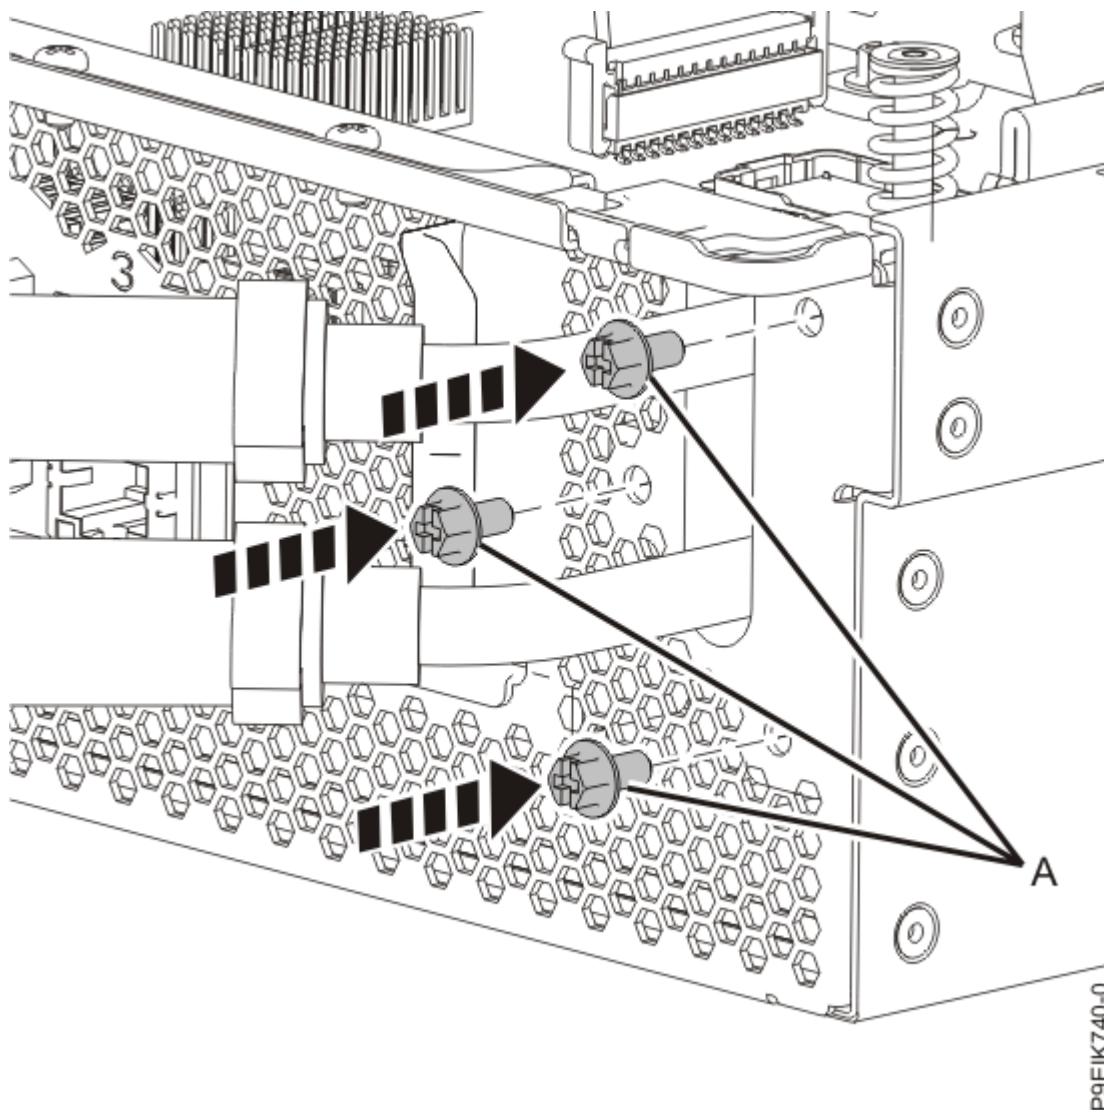

Figure 60. Remise en place des vis de maintien des conduites d'eau à l'arrière
13. Remettez en place les trois vis **(A)** qui permettent de fixer les conduites d'eau à l'arrière du système (voir Figure 60, à la page 62).